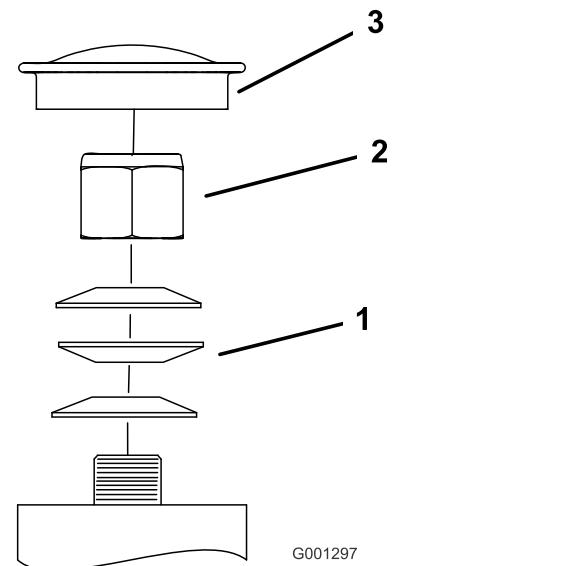

Рисунок 47
- Снимите пылезащитную крышку с поворотного колеса и затяните контргайку (Рисунок 47).
- Затягивайте контргайку до тех пор, пока пружинные шайбы не станут плоскими, и затем отверните на 1/4 оборота, чтобы правильно установить предварительную нагрузку на подшипниках (Рисунок 47).
- Установите пылезащитную крышку (Рисунок 47).